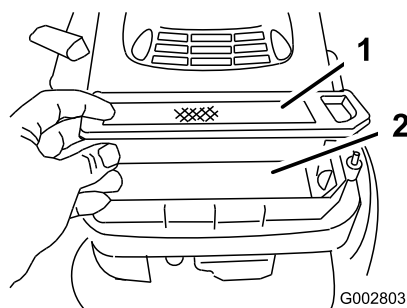

Figura 24
5. Togliete il filtro di carta dell'aria e gettatelo (Figura 24).